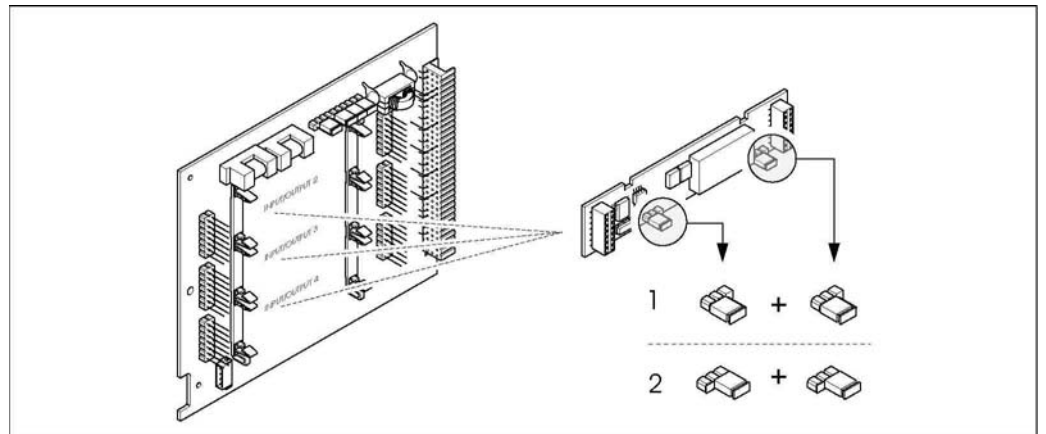
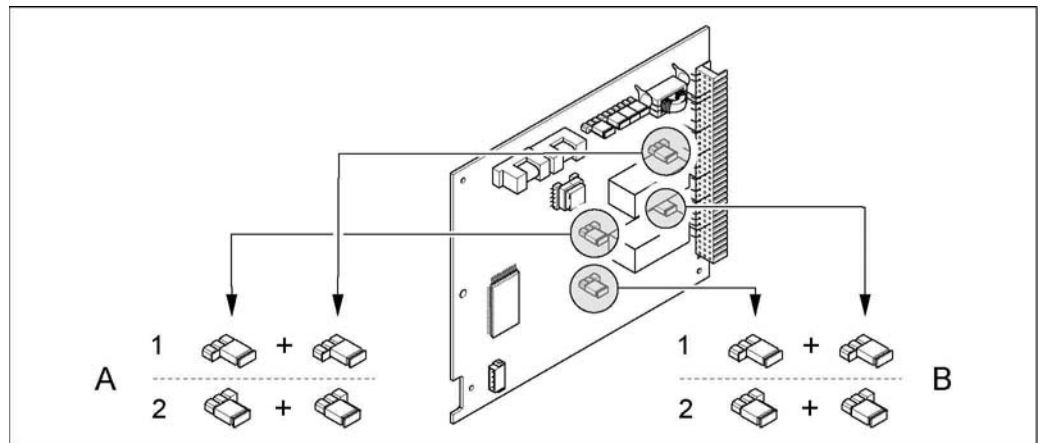

Рис. 55. Настройка контактов реле (НЗ/НР) на плате ввода/вывода с гибким назначением контактов (submodule)
Рис. 56. Настройка контактов реле (НЗ/НР) на плате ввода/вывода с фиксированным назначением контактов (submodule) A = реле 1; B = реле 2
3. Установите перемычки → Рис. 55, → Рис. 56.